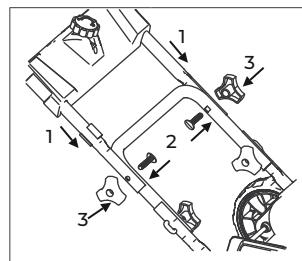

Рис. 3
6.2 Монтаж ручки управления (рис. 3)